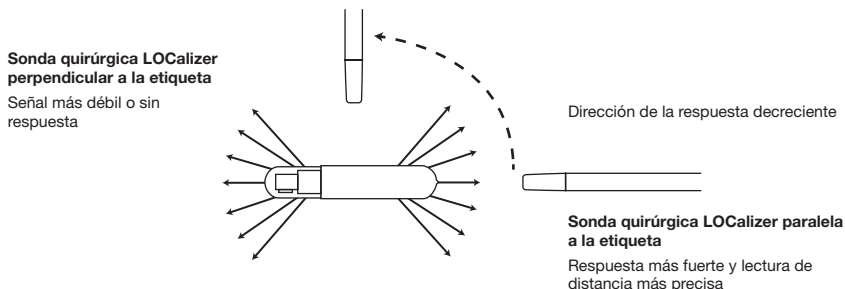

FIGURA 4. Evaluación de la ubicación o posición de la etiqueta con la sonda quirúrgica por medio de la potencia de la señal (no a escala)
** Medición desde el extremo de la sonda quirúrgica hasta el extremo de la etiqueta (Figura 4)